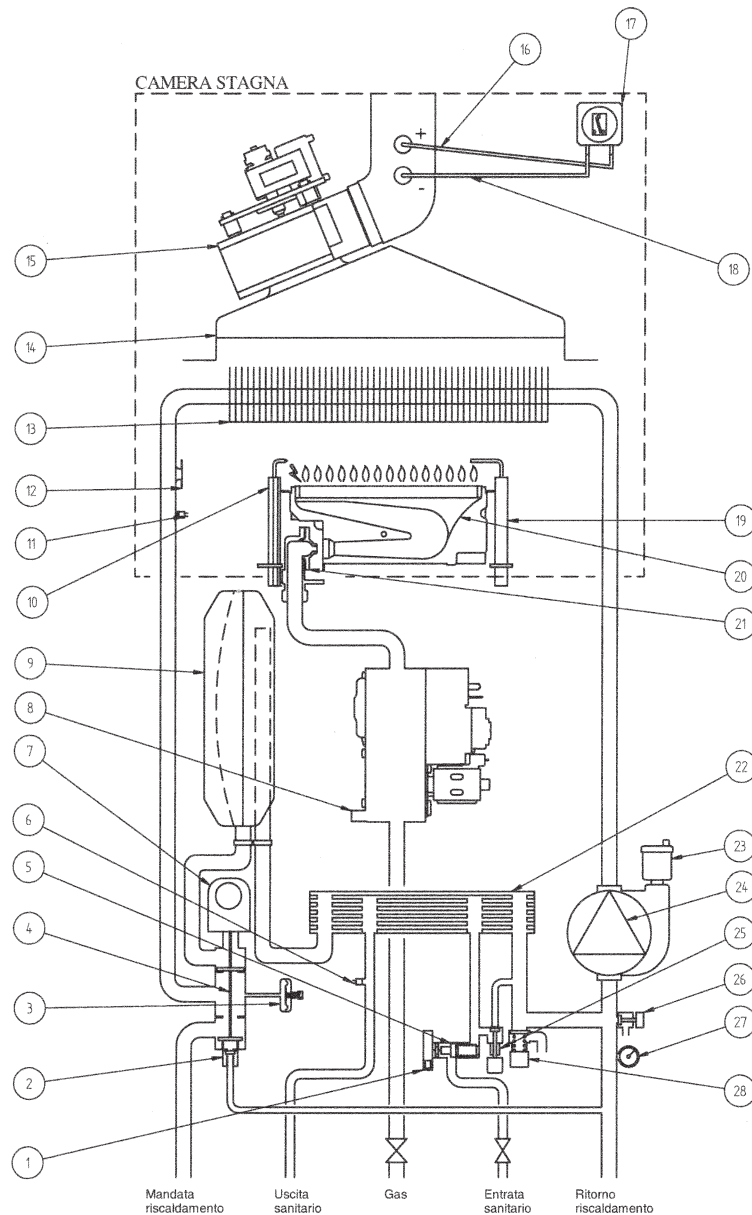

Figura 19
**Nota:** qualora dovesse guastarsi la sonda NTC del circuito sanitario (rif. 4 - figura 19), la produzione di acqua calda sanitaria è comunque assicurata. Il controllo della temperatura viene in questo caso, effettuato mediante la sonda di mandata.